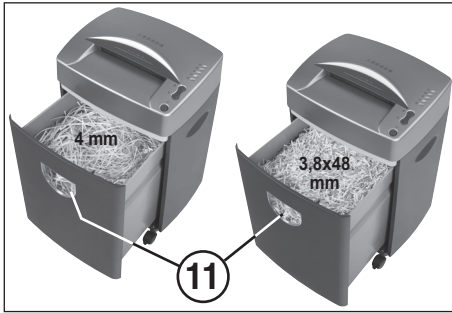

Abb. 3
### FÜLLSTANDSANZEIGE DES AUFFANGBEHÄLTERS (Abb. 3):
Wird das Schnittgut im Kontrollfenster zur Füllstandsanzeige (11) (Abb. 3) sichtbar muß der Auffangbehälter entleert werden.
### ENTLEEREN DES AUFFANGBEHÄLTERS (Abb. 3):